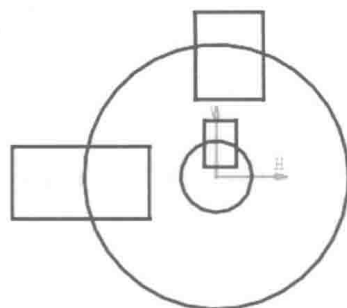

图 2.2 草图轮廓
Step2. 选取 xy 平面作为草绘平面,绘制图 2.2 所示的轮廓。
快速修剪 命令; 选取图 2.2 所示的修剪部分, 修剪后的图形如图 2.3 所示。